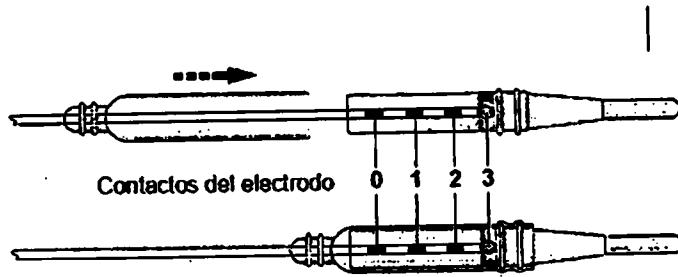

Figura 17. Deslice la funda del conector sobre el capuchón del electrodo.
6. Deslice la funda del conector sobre el capuchón del electrodo (Figura 17).